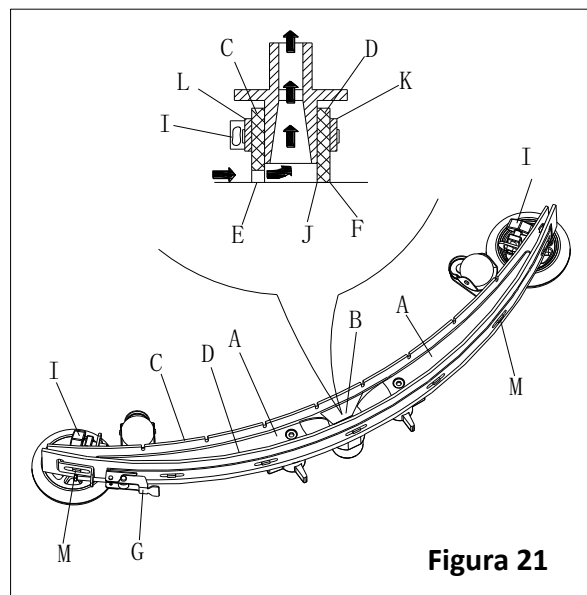
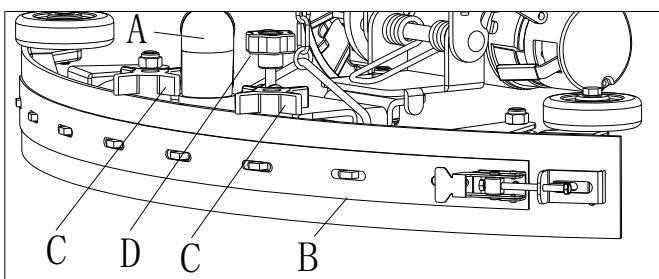

Figura 21
Figura 22
2. Verificați ca marginile (E, Figura 21) lamei din față (C) și marginile (F) lamei din spate (D) să se așeze complet la același nivel; dacă este necesar, ajustați înălțimea acestora conform următoarei proceduri:
- Scoateți racordul (G), desfaceți elementele de prindere (M) și ajustați lama din spate (D), apoi fixați elementele de prindere (M) și instalați racordul (G).
- Slăbiți butoanele-șuruburi (I) și ajustați lama din față (C), apoi strângeți butoanele-șurub.
3. Verificați lama din față (C) și lama din spate (D) să nu fie uzate, rupte, tăiate; dacă este necesar, înlocuiți-le conform următoarei proceduri. Verificați colțarul din față (J) al lamei din spate (D) să nu fie uzat; dacă este necesar, întoarceți lama cu partea de jos în sus, pentru a înlocui colțarul uzat cu unul nou. Dacă și celelalte colțare sunt uzate, înlocuiți lama conform următoarei proceduri:
- Scoateți racordul (G), desfaceți elementele de prindere (M) și scoateți banda de prindere (K), apoi înlocuiți/ răsuciți lama (D). Asamblați lama în ordinea inversă dezamblării.
- Deșurubați butoanele-șurub (I) și scoateți banda de fixare (L), apoi înlocuiți lama din față (C). Asamblați lama în ordinea inversă dezamblării. După înlocuirea lamei (sau răsucirea acestora pe partea cealaltă), ajustați înălțimea lor, cum se arată în paragraful anterior.
4. Conectați furtunul (A, Figura 22) de aspirație la mop.
5. Instalați racleta (B) și înșurubați butoanele (C).
6. Dacă este necesar, ajustați echilibrarea racletei cu ajutorul butonului (D).